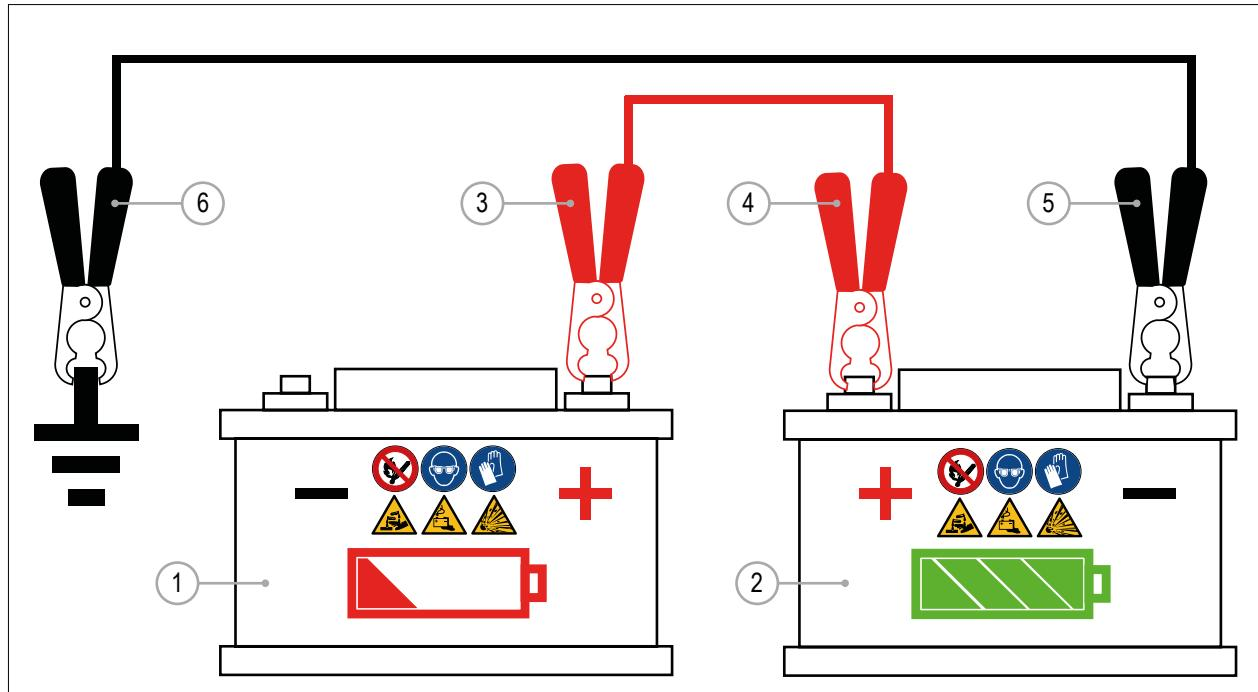

РИС. 29
Если аккумуляторная батарея машины (РИС. 29 - Рис. 1) неисправна, двигатель можно запустить с помощью вспомогательного аккумулятора и комплекта кабелей (РИС. 29 - Сс. 2).
- 3) Подсоедините положительный (+) кабель вспомогательного аккумулятора к положительной (+) клемме аккумулятора машины (РИС. 29 - Рис. 3). Возможно подключение к положительной клемме стартера (рис. 29 - Сс. 4).
- 4) Подключите другой конец положительного (+) вспомогательного кабеля к положительному (+) полюсу вспомогательного аккумулятора (РИС. 29 - Рис. 4).
- 5) Подсоедините отрицательный (-) кабель вспомогательного аккумулятора к отрицательному (-) полюсу вспомогательного аккумулятора (РИС. 29 - Рис. 5).
- 6) Подсоедините другой конец отрицательного (-) вспомогательного кабеля к металлической части рамы машины или двигателя в отдалении от аккумулятора машины (рис. 29 - Сс.. 6).